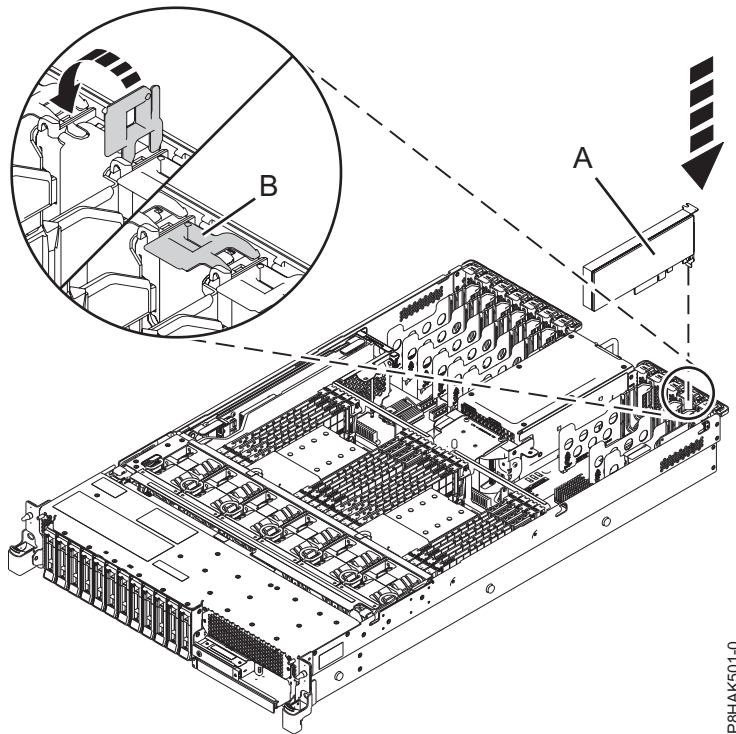
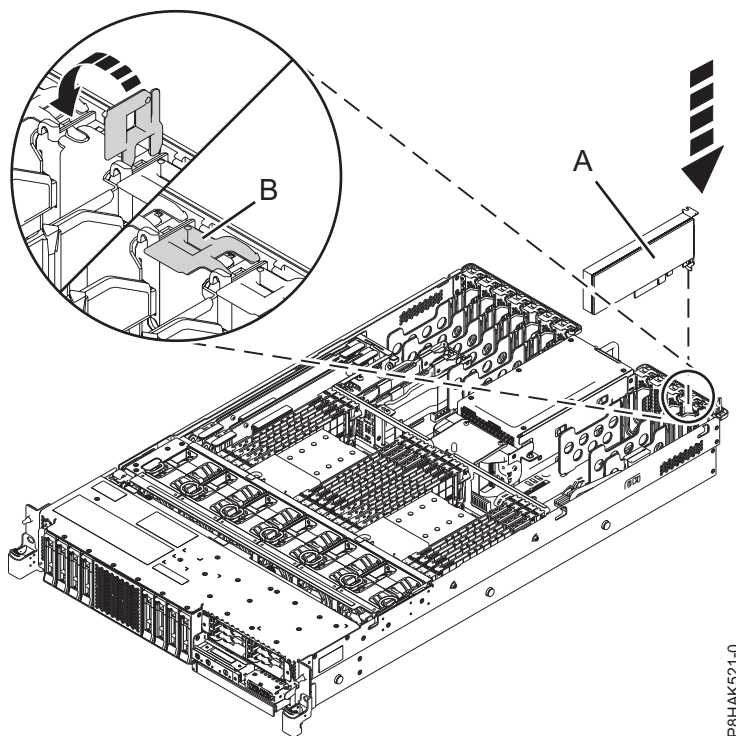

Figure 29. Remplacement d'une carte PCI dans une unité centrale montée en armoire
Figure 30. Remplacement d'une carte PCI dans un système fonction étendue monté en armoire
6. Si le loquet de la carte (**B**) sur l'emplacement cible n'est pas déjà en position ouverte, mettez-le en position ouverte en le tirant vers l'extérieur de sa patte située à l'arrière du système, comme illustré dans la figure 29, à la page 47 et figure 30, à la page 47.
7. Saisissez avec précaution le bord supérieur ou la contre-poupée de la carte et alignez la carte avec l'emplacement et son connecteur sur le fond de panier du système (**A**), comme illustré dans la figure 29, à la page 47 et figure 30, à la page 47.
9. Pour verrouiller la carte dans son emplacement, tournez son loquet (B) dans la direction illustrée dans figure 29 et figure 30.